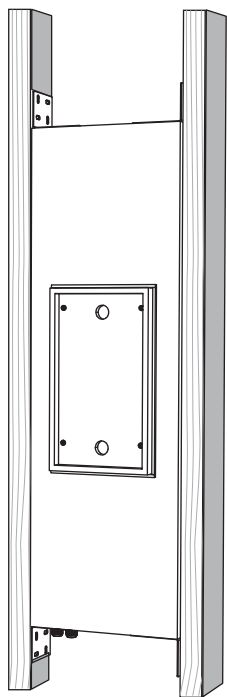

Fig. 2 Installer la boîte arrière sur les supports
4. Avec l'aide d'un assistant, soulevez délicatement la boîte arrière entre les supports (Fig. 2), avec l'entrée de câble en bas.